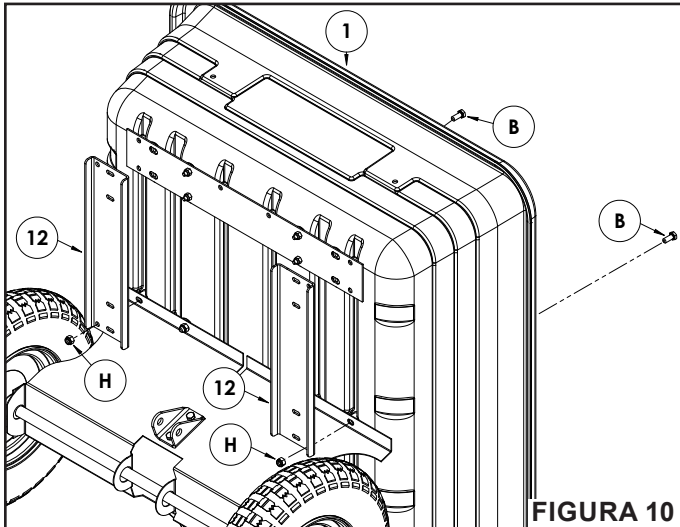

FIGURA 10
- Instale dos pernos de 1/4" (A) en los dos orificios interiores de la bandeja de polietileno (1) y en los orificios de la placa soporte del seguro (3), como se muestra a continuación.
- Asegure con dos tuercas nyloc de 1/4" (F).
PASO 10: (VER FIGURA 10)
- Instale un perno de 5/16" (B) en el orificio exterior derecho de la tercera fila de orificios desde abajo en la bandeja de polietileno (1) y en el orificio del soporte de rueda (2), como se muestra a continuación.
- Instale el soporte frontal (12) sobre el perno de 5/16" (B).
- Asegure con una tuerca nyloc de 5/16" (H).